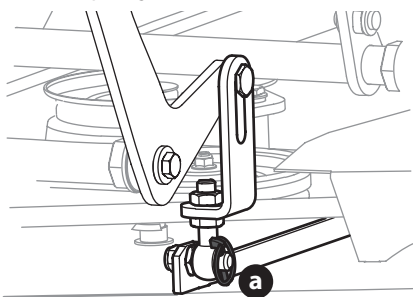

Fig. 58
- Retirez les quatre goupilles (a) qui fixent le plateau de coupe à l'ensemble de levage du plateau de coupe (Fig. 58).